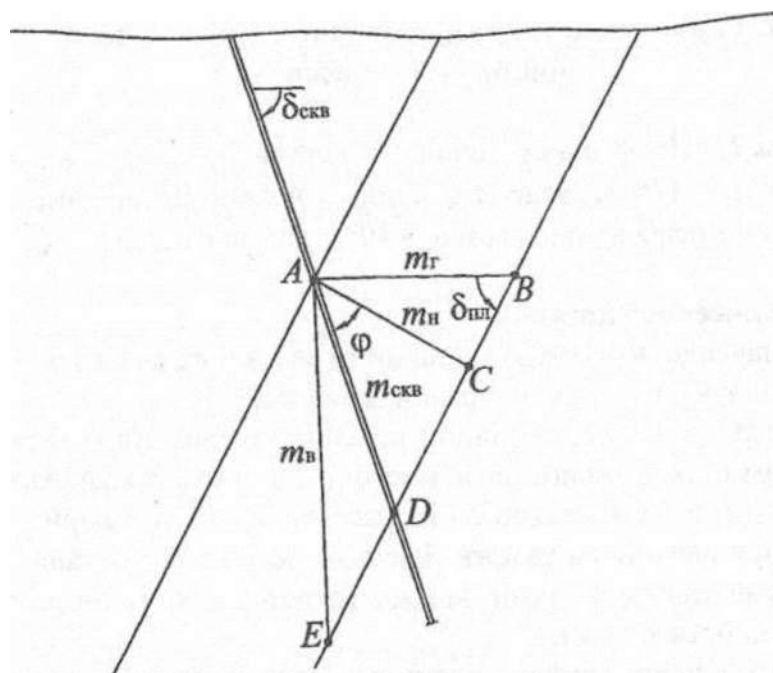

Рис. 11. Вертикальный разрез залежи в крест ее простирания
**Задача 11.** Нормальная мощность залежи  $m_н=21$  м. Угол падения залежи  $\delta=47^\circ$ . Определить длину горизонтальной выработки, пройденной по залежи под углом  $\varphi=40^\circ$  к линии падения. (рис.11)
**Задача 12.** Угол падения пласта  $\delta_{пл}=27^{\circ}$ . Скважина пройдена под углом  $\delta_{скв}=33^{\circ}$ . Угол между линией падения пласта и направлением скважины  $\varphi=70^{\circ}$ , видимая мощность пласта по скважине  $m_{вид}=3,09$  м. Определить вертикальную и нормальную мощности пласта. (рис.11)
**Задача 13.** Пласт вскрыт наклонной выработкой, пройденной в крест простираения. Уклон ее направлен в сторону, противоположную падению пласта. Угол падения пласта  $\delta_{пл}=42^{\circ}$ , угол наклона выработки  $\delta_{выр}=10^{\circ}$ , видимая мощность пласта  $m_{вид}=2,15$  м. Определить мощность пласта. (рис. 11)
**Задача 14.** Пласт вскрыт горизонтальной подготовительной выработкой, пройденной по горизонту 180 м под углом  $\varphi=30^{\circ}$  к линии падения пласта. Угол падения пласта, замеренный в выработке  $\delta_{пл}=40^{\circ}$ , видимая мощность пласта по выработке  $m_{вид}=4,65$  м. Определить нормальную и вертикальную мощности пласта (рис. 11).